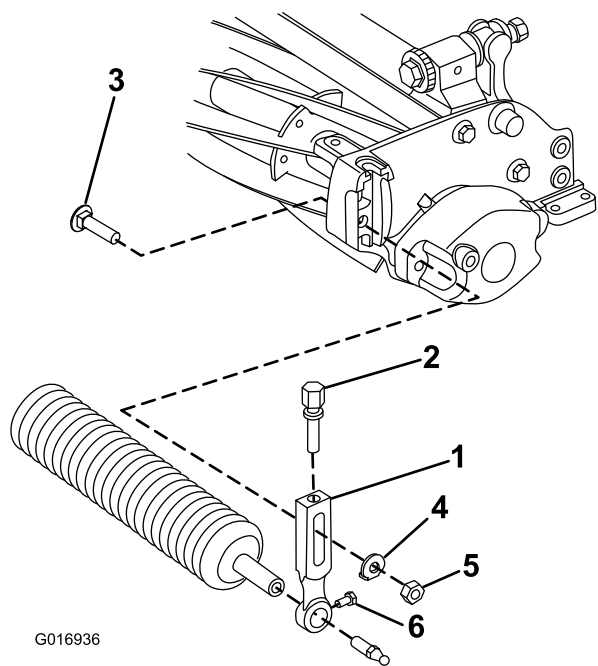

Рисунок 2
2. На режущем блоке ослабьте винты, которые крепят каждый конец переднего валика к рычагам регулировки высоты скашивания (Рисунок 2).
3. Снимите несущие болты, шайбы и контргайки, которые крепят рычаги высоты скашивания к каждому концу режущего блока (Рисунок 2). Снимите рычаги высоты скашивания и узел валика.
4. Выверните винты регулировки высоты скашивания и крепежные винты валика с рычагов высоты скашивания (Рисунок 2).